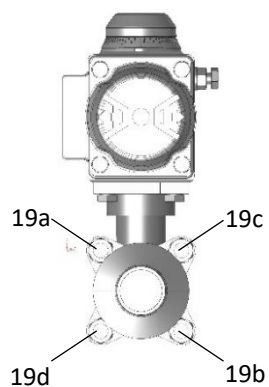

Abbildung 8: Anordnung Sicherungsmuttern
8. Muttern **19a - 19d** über Kreuz festziehen und dabei mit Schraubenschlüssel kontern, s. Abbildung 8.